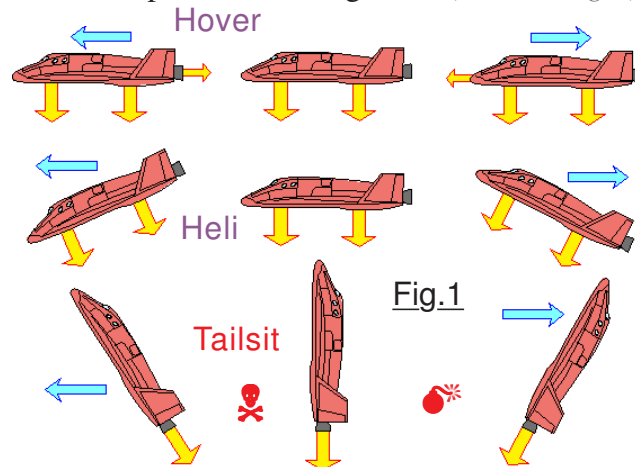

Fig.1
COM ou **[MAJ] C** : Affiche la grandeur des trois composantes vectorielles de l'accélération en haut à droite de l'écran d'Orbiter dans les axes de référence liés au vaisseau. (Voir Fig.1)
- **Mode** : Précise comment gérer le cabrage et le roulis pour contrer la gravité. (Voir la Fig.1)
- Exemple en Fig.1 :